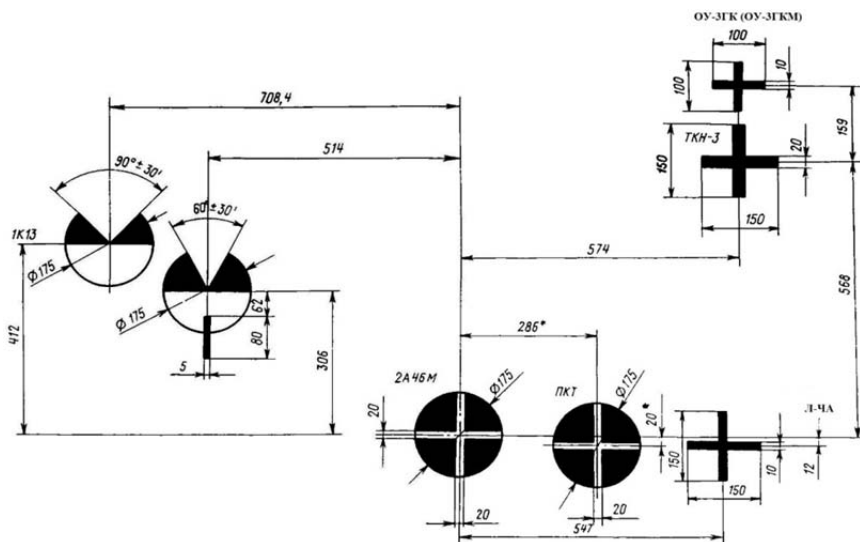

Рис. 2.7. Выверочная мишень на 25 м
- предварительно выверить пулемет относительно прицела по выверочной мишени (рис. 2.7), установленной на расстоянии $25 \pm 0,1$ м от дульного среза пушки на высоте линии огня перпендикулярно к оси канала ствола, для чего установить переключатель баллистик на прицеле в положение БР, шкалу дальности – на дальность 0. Вершину центральной марки прицела навести на свой знак на мишени с помощью поворотного и подъемного механизмов, а пулемет с помощью выверочного механизма, используя ТХП, установленную в канал ствола пулемета, – на крест «ПКТ» той же мишени. Наблюдать в ТХП с места механика-водителя, развернув его в удобное для наблюдения положение.
После приведения пулемета к нормальному бою втулки выверочного механизма застопорить проволокой и определить координаты ПКТ по выверочной мишени (см. рис. 2.7) с помощью ТХП, указки Чернова и линейки при установленной дальности 0 по шкале дальности. При этом наводить прицел-дальномер на соответствующий знак на мишени центральной прицельной маркой, замеренные координаты записать в контрольно-выверочную карточку, вклеенную в формуляр танка.